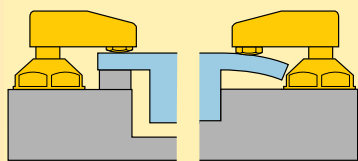

Figure 6: Principes pour la conception d'un bridage.
- La pièce à usiner ne devrait être soumise à une force de bridage que si elle est supportée de façon appropriée par un point support solide, comme illustré dans la figure 6.